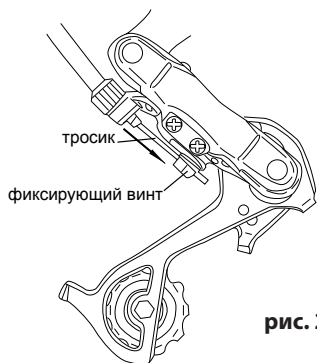

рис. 21
5. зафиксируйте трос заднего переключателя таким образом, чтобы не было свободного провиса троса (5 н/м)(рис. 21)